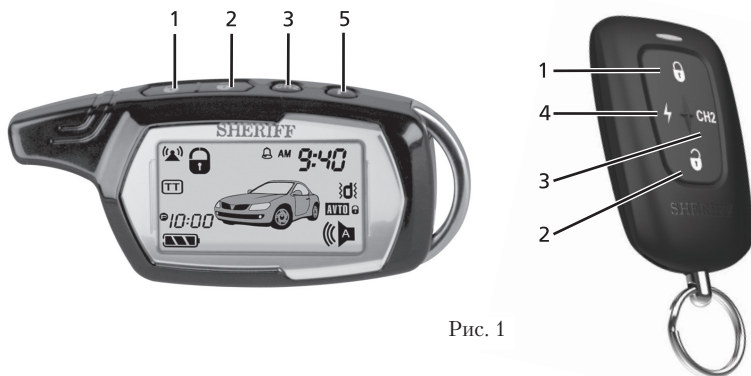

Рис. 1
- Нажмите и удерживайте кнопку 1 (см. рис. 1) первого передатчика, до тех пор, пока Вы не услышите длинный сигнал сирены, подтверждающий, что программирование первого передатчика закончено (каналы передатчика будут запрограммированы автоматически). При этом СИД начнет редко мигать.
- Нажмите и удерживайте кнопку 1 (см. рис. 1) второго передатчика, до тех пор, пока Вы не услышите длинный сигнал сирены, подтверждающий, что программирование второго передатчика закончено. При этом СИД начнет редко мигать.
- Нажмите кнопку 1 (см. рис. 1) первого брелока-передатчика. Система подтвердит запись нового кода брелока в память звуковым сигналом;
- Нажмите кнопку 1 (см. рис. 1) второго брелока-передатчика. Система подтвердит запись нового кода брелока в память звуковым сигналом;